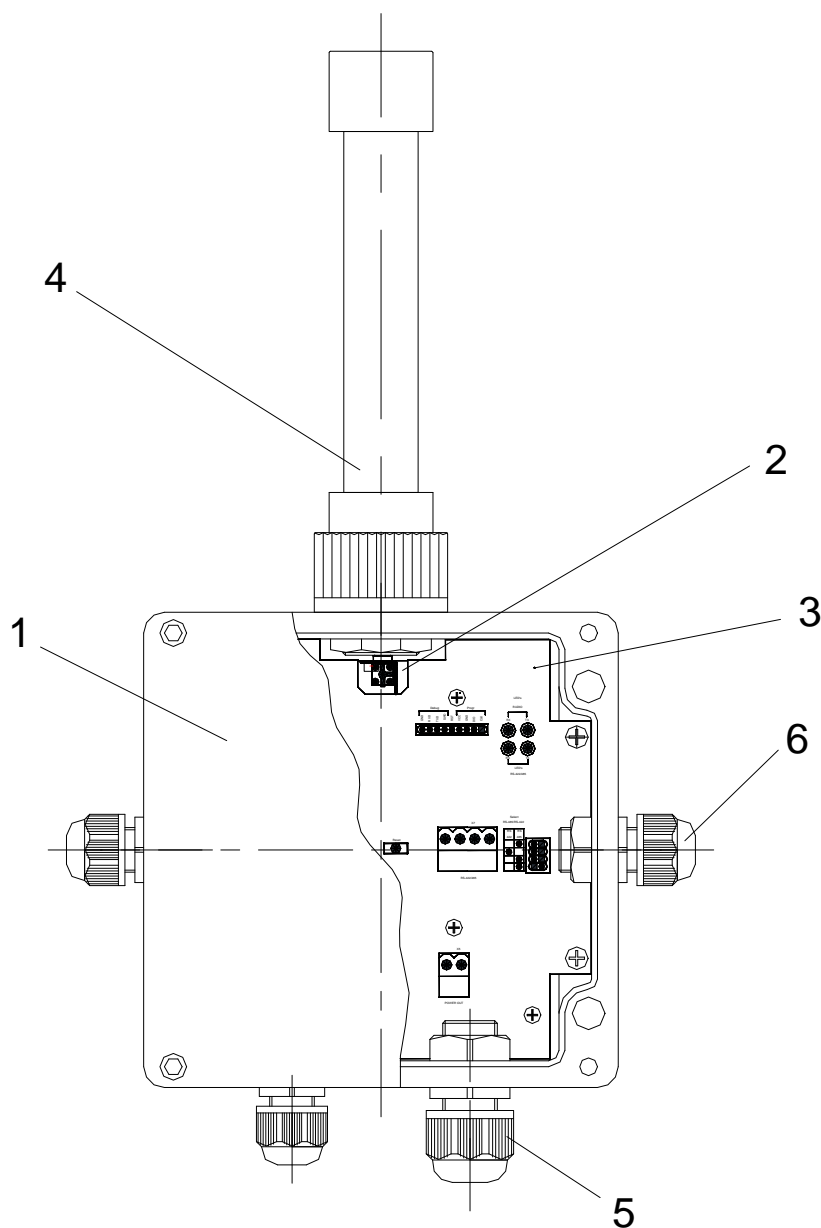

Рисунок 3.1 – Выносной радиомодуль «BPM-V».
3.2 Внешний вид радиомодуля «BPM-V» приведен на рис.3.1.
3.3 Конструктивно радиомодуль «BPM-V» (рис.3.1), представляет собой устройство в корпусе **1** изготовленного из усиленного стекловолокном полиэстера (GRP) со съемной крышкой. Крышка с уплотнителем крепится к корпусу **1** специальными болтами.